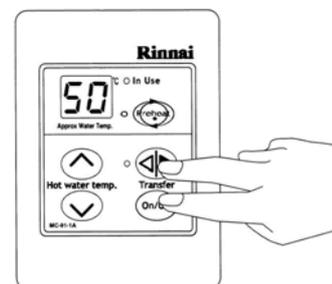

Fig. 1
PASO 1: Sobre el comando remoto Master pulse y mantenga pulsados a la vez los botones **Transfer** y **ON/OFF** (fig.1): el comando remoto emite dos pitidos; uno cuando se apaga y otro después de aproximadamente 5 segundos.